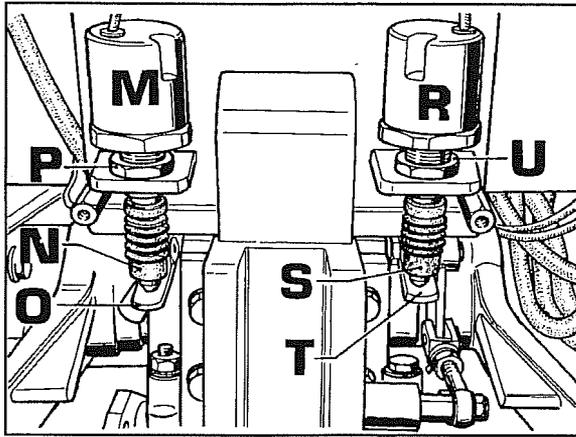

Fig. 54
1. Regulación sensor posición controlada **M** (fig.54).
2. Regulación sensor esfuerzo controlado **R** (fig.54).
- d. Girar hacia el signo negativo (-) el reóstato **V**. Si el elevador no alza significa que está regulado en modo correcto. Si en cambio el elevador alza el apero, es necesario efectuar una ulterior regulación del sensor del esfuerzo **R** fig. 54 del siguiente modo:
- e. Para el control de la regulación en el sensor **M** fig.54 mando posición es necesario:
Empujar a mano hacia arriba la palanca **O** (fig.54) mando sensor. Si el elevador se baja ulteriormente, significa que es necesario retocar la precedente regulación del siguiente modo: